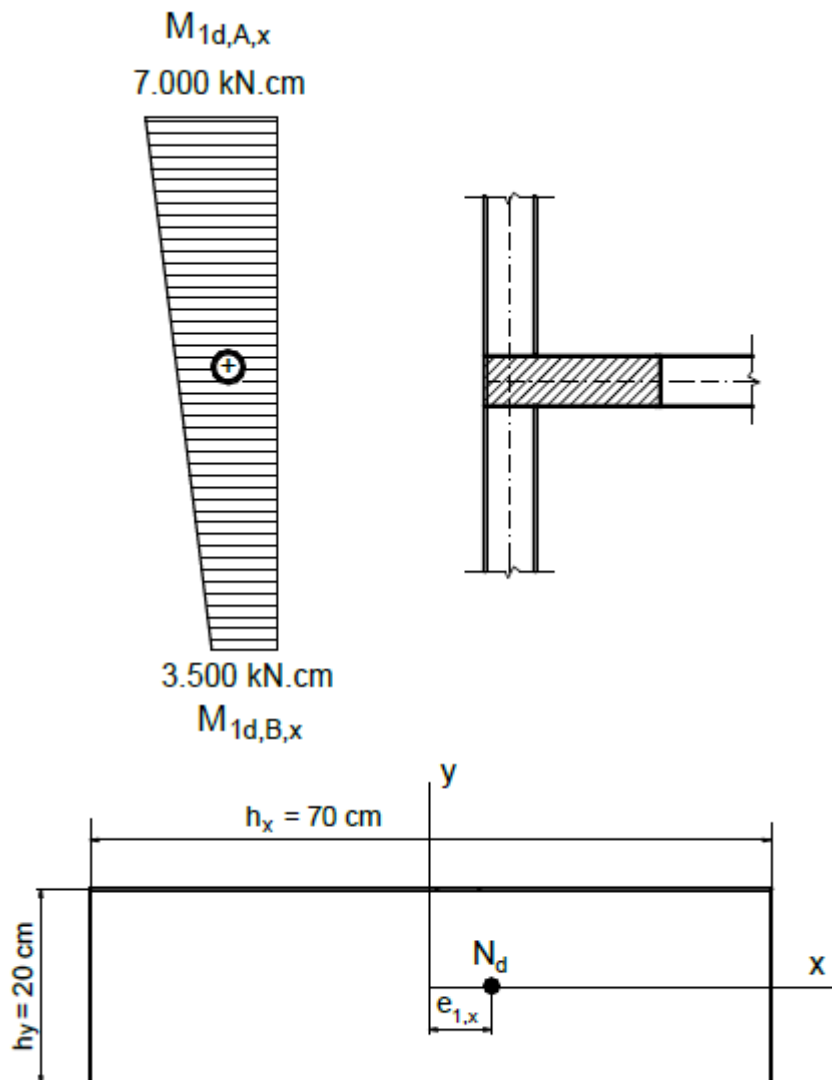

Figura 4. Dimensões da seção transversal, arranjo estrutural do pilar na planta de fôrma e momentos fletores de primeira ordem na direção x.
4. Para o pilar mostrado na Figura 4, calcular a armadura longitudinal necessária. São conhecidos: